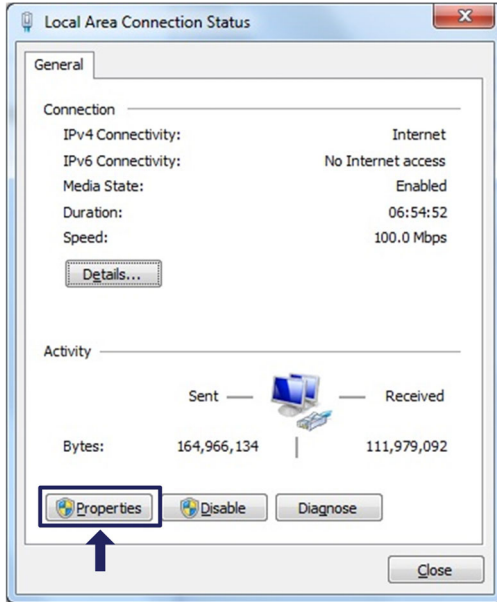

Fig. 3.7 Propiedades de la red
- ▶ Seleccione la conexión LAN. Aparecerá entonces la ventana que se muestra en la Fig. 3.7. Haga clic en **Properties** (Propiedades).